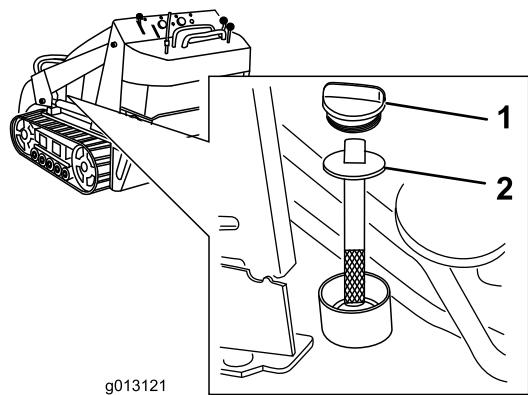

Bild 17
5. Reinigen Sie den Bereich um den Einfüllstutzen des Hydraulikölbehälters (Bild 17).
- Entfernen Sie den Deckel vom Einfüllstutzen und überprüfen Sie den Ölstand auf dem Peilstab (Bild 17).